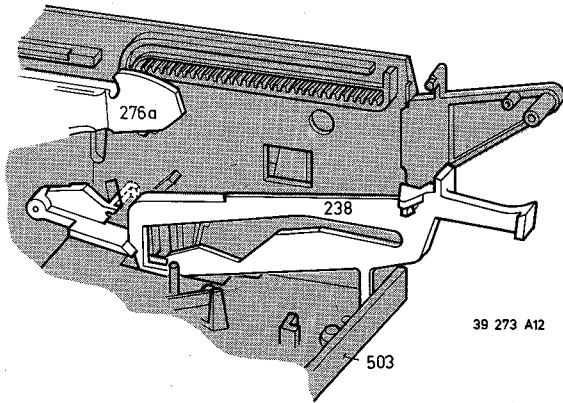

Fig. 3-1-22
- Klinke lösen und Hebel nach links von Achse ziehen. Abb. 3-1-22.